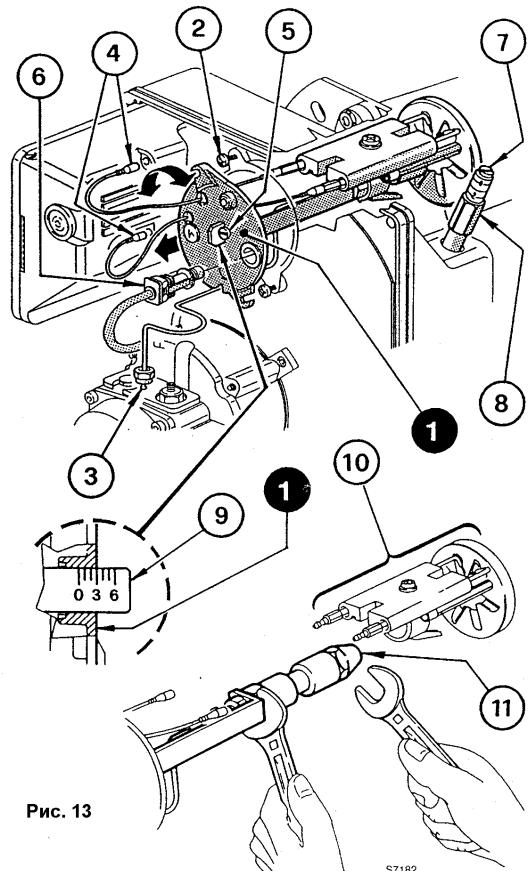

Рис. 13
- ослабить винты (2), открутить гайку (3), вынуть провода (4) и фоторезистор (6) и снять блок крепления форсунки (см. рис. 13),
- правильно ввернуть форсунку (11) с захватом, как показано на рис. 13.
3 Регулировка головки (см. рис. 13 на стр. 6)
Регулировка обусловлена показателем расхода топлива на горелке и осуществляется вращением регулировочного винта (5) по часовой стрелке или против часовой стрелки, - необходимо совместить риску регулировочной линейки (9) с внешней плоскостью блока крепления форсунки (1) (см. рис. 13).
4 Регулировка заслонки (см. рис. 13 на стр. 6)